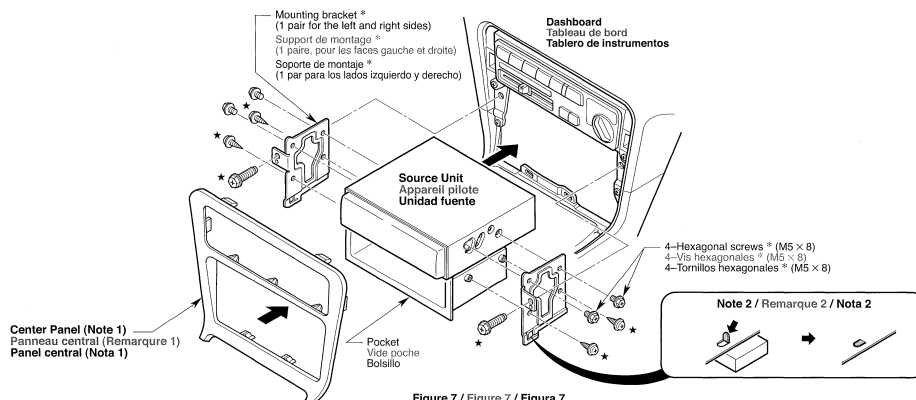

Figure 7 / Figure 7 / Figura 7
This unit is designed for fixed installation in the dashboard. If the vehicle is equipped with a factory-installed radio, install the source unit with the parts and screws marked (*) (Figure 7). If the vehicle is not equipped with a factory-installed radio, obtain an installation kit to install the source unit in the following procedure.
Cet appareil est conçu pour une installation fixe dans le tableau de bord. Si le véhicule est équipé d'un auto-radio installé à l'usine, installer l'appareil pilote avec les pièces et les écrous marquées de (*) (Figure 7).
2. Secure the mounting brackets to the chassis as shown in Figure 7. Holes are pre-tapped for TOYOTA and NISSAN vehicles; modification, such as drilling new holes, of the mounting brackets may be required for other models.
2. Fixer le support de montage sur le châssis comme montré sur la Figure 7. Les trous sont pré-découpés pour les véhicules TOYOTA et NISSAN; des modification du support de montage, comme le perçage de nouveaux trous, peuvent être nécessaire pour les autres modèles.